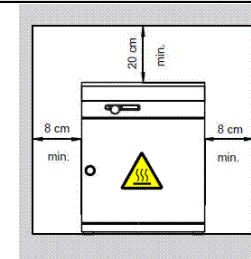

fig. 1
- La separación entre las paredes / techo del laboratorio y el horno deberán garantizar una circulación de aire suficiente en el entorno del equipo. (ver fig. 1 y 2)